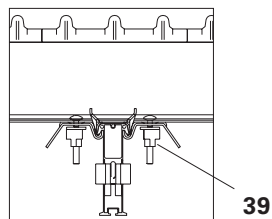

Fig. A9.04a
6. Infilare da entrambi i lati altri attacchi d'ancoraggio SAO (39) fino a raggiungere la trave sottostante. Spingere gli attacchi di ancoraggio fissati precedentemente fino alle travi sottostanti. (Fig. A9.04a)